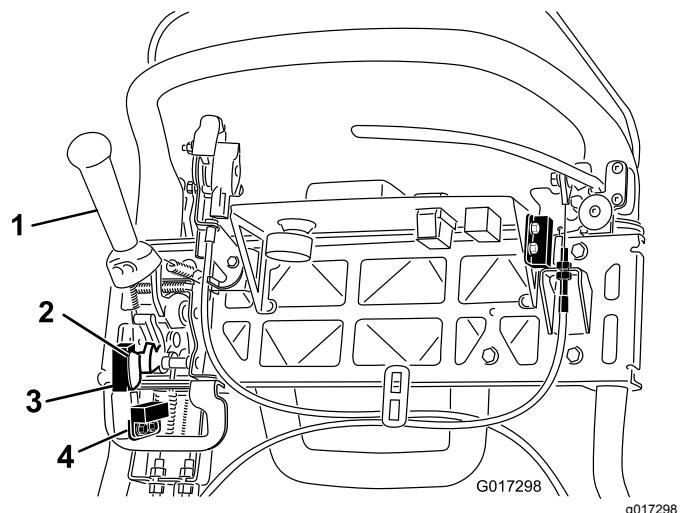

Рисунок 44
4. Ослабьте крепежные детали блокировочного выключателя (Рисунок 44).
- Поместите регулировочную прокладку толщиной 1,6 мм между рычагом тяги и блокировочным выключателем (Рисунок 44).
- Ослабьте детали крепления датчика скашивания (Рисунок 44).
- Вставьте регулировочную прокладку толщиной 1,6 мм между флагжком датчика скашивания и датчиком (Рисунок 44).